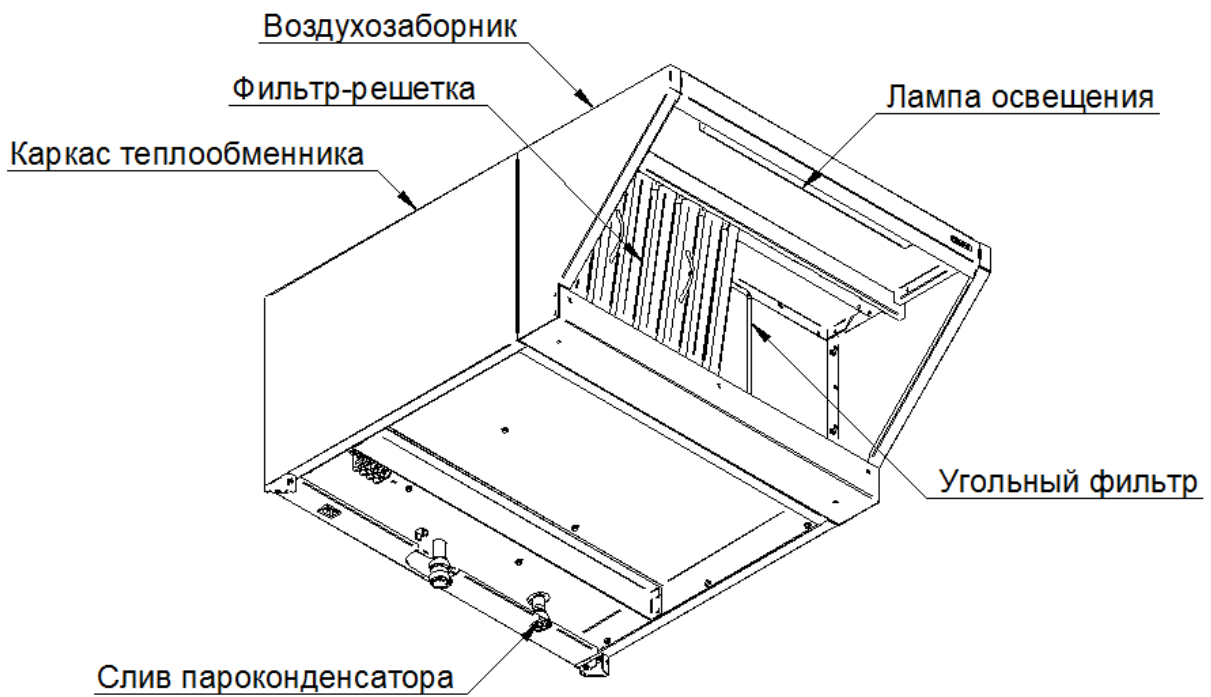

Рисунок 2 - Внешний вид ЗВВ-4-6/4П
Зонт выполнен из нержавеющей стали и состоит из двух основных частей: каркаса теплообменника и воздухозаборника (см. Рисунок 2).
- слот с теплообменником. В теплообменнике шесть глухих контуров. В каждый контур заправлено 42 грамм хладагента R134A. Внутренний объем слота является пароконденсатором, имеющим окно в верхней части. Слот с теплообменником оборудован патрубком для слива конденсирующейся жидкости в канализацию (см. Рисунок 2). В патрубке предусмотрена резьба G1/2, в который установлен штуцер под шланг;
- лампа освещения (см. Рисунок 2). Она установлена для дополнительного местного освещения рабочего места под зонтом.